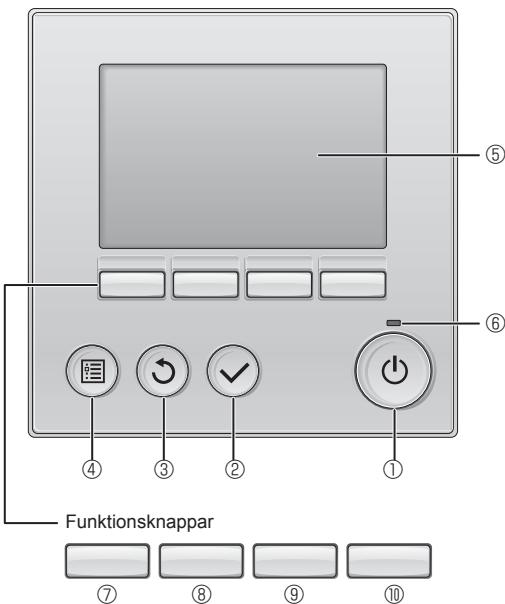

Fig. 6-1
6.2.1. Använda trådbunden fjärrkontroll (Fig. 6-1)
① [PÅ/AV]-knapp